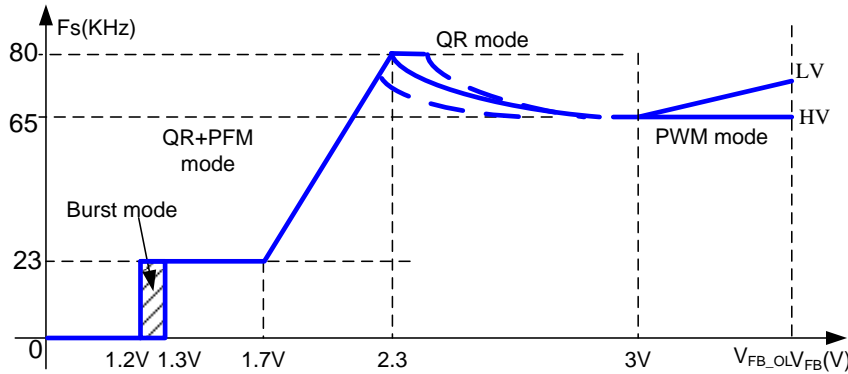

图 1.不同状态频率波形图
SD8666QS 具有低压重载升频功能，输入电压低于 100V 时，重载条件下，( $V_{FB} > 3V$ )，频率随 FB 电压增加而升高，提高低压的极限输出功率。如图 1 所示。
1. 修改降频曲线图 1